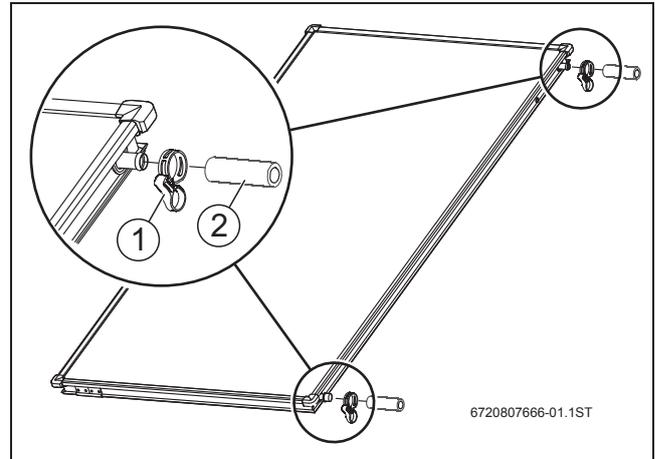

Fig. 6 Ligação entre dois coletores (acompanha o coletor)
▶ Retirar as tampas plásticas (Fig. 6, [1]) apenas antes do momento da montagem.